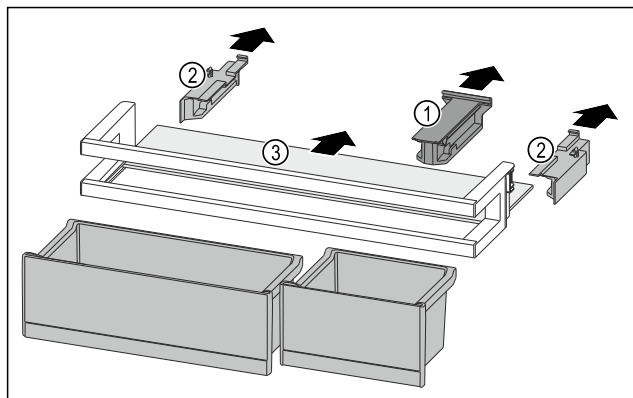

Fig. 172
- Držák Fig. 172 (1) stáhněte.
- Boční díly Fig. 172 (2) stáhněte.
- Odkládací plochu Fig. 172 (3) odeberte.